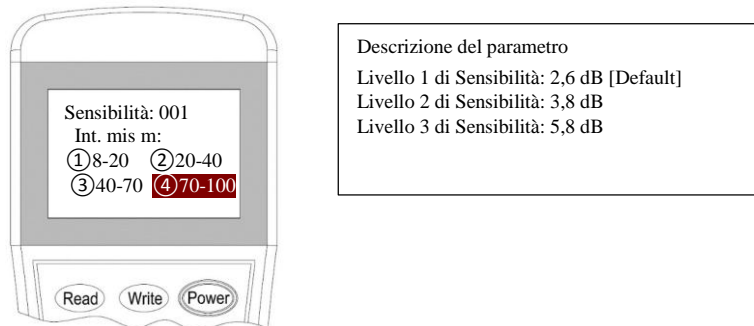

Figura 10
1. Collegare il cavo di programmazione ai morsetti S1 e S2. La polarità non è richiesta e il rivelatore deve essere spento. Riferimento: (Figura 10)